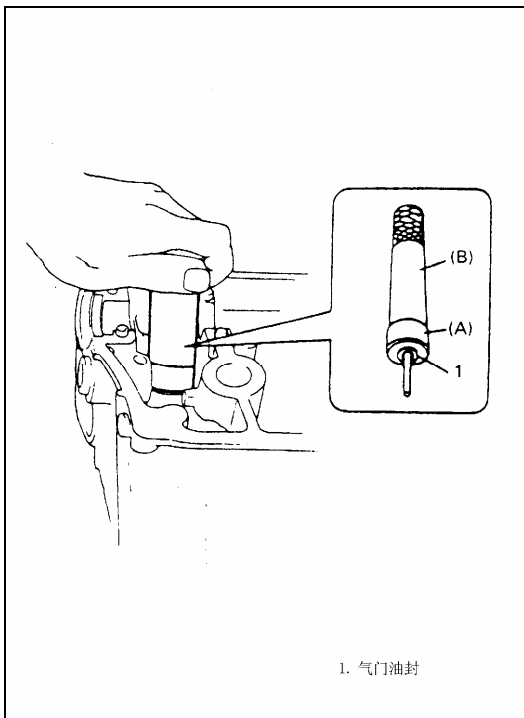

Рис. 4-58.
2). Установить новые клапанные сальники на направляющие клапанов, Рис. 4-58.